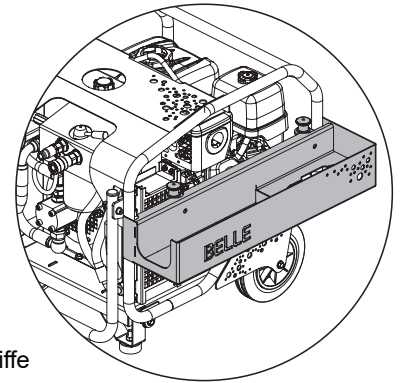

Abb. 4
5. Schwenken Sie den Werkzeugträger nach oben bis sich beide Plunger über den Öffnungen oben auf dem installierten Seitenschutz befinden. Geben Sie die Plunger-Griffe frei, um die Baugruppe an ihrem Platz zu arretieren (*siehe Abb. 4*).